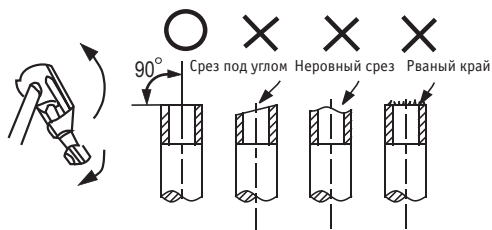

Рис. 15
- Обрежьте трубу труборезом (см. рис. 15).